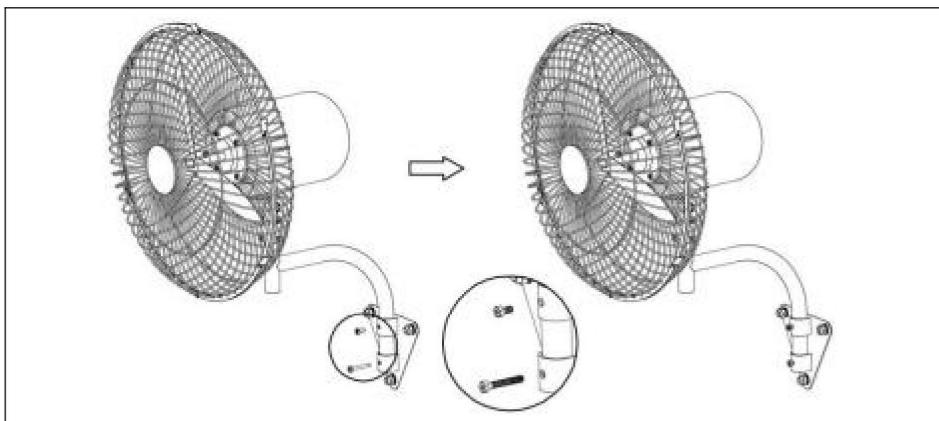

Fig. 9.
2). Installera fläkthuset på väggpanelen (2) och lås sedan fästsprövarna1(4) och fästsprövarna2 (5). Observera att skruvhålen på fästet ska motsvara skruvhålen på den vägghängande panelen. Se (Fig.9.).